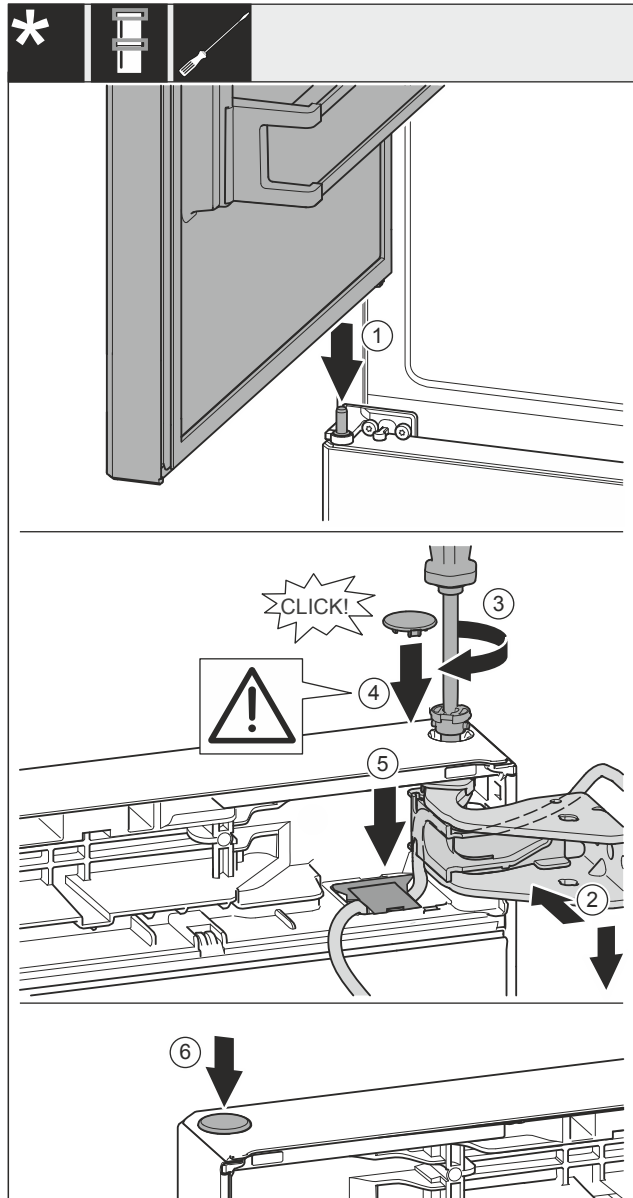

Fig. 38
- Obere Tür auf mittleren Lagerbolzen Fig. 38 (1) setzen.
- Tür oben zur Öffnung im Lagerbock Fig. 38 (2) ausrichten.
- Bolzen Fig. 38 (3) einsetzen und mit Schraubendreher festschrauben.
- Abdeckung Fig. 38 (4) einsetzen.
- Kontrollieren, dass die Abdeckung Fig. 38 (4) auf der Tür aufliegt.
- Abdeckung Fig. 38 (5) einsetzen und nach unten drücken bis sie einrastet.
- Abdeckung Fig. 38 (6) einsetzen.